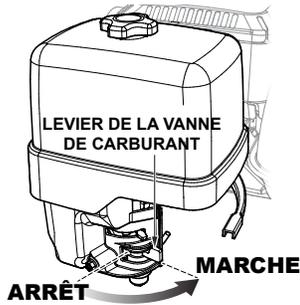

Figure 6. Levier du robinet de carburant du moteur (position **MARCHE**)
2. Placez le levier du robinet de carburant du moteur (Figure 6) en position **MARCHE**.